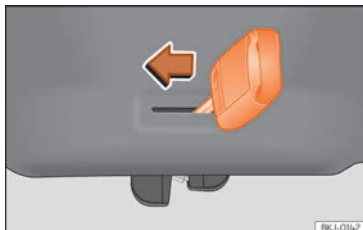

**Fig. 9** Apertura d'emergenza del portellone posteriore.
- Inserire l'ingegno della chiave nella fessura e sbloccare il dispositivo di chiusura girando la chiave da destra verso sinistra, come indicato dalla freccia »» fig. 9.